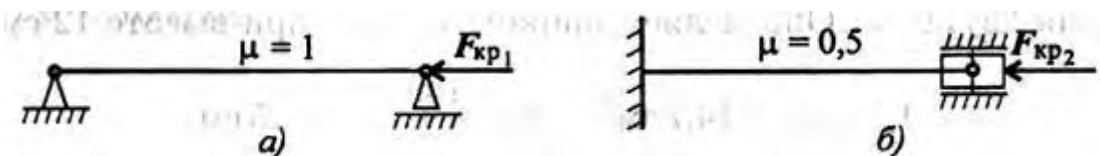

Рисунок 2
**Пример 2.** Как изменится критическая сила для стержня, если изменить способ закрепления концов? Сравнить представленные схемы (рис. 2)